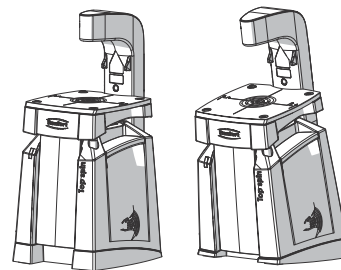

Fig. 2
- ⇒ Selecionar a posição de trabalho pretendida, fig. 2 (ver cap. 5.4).